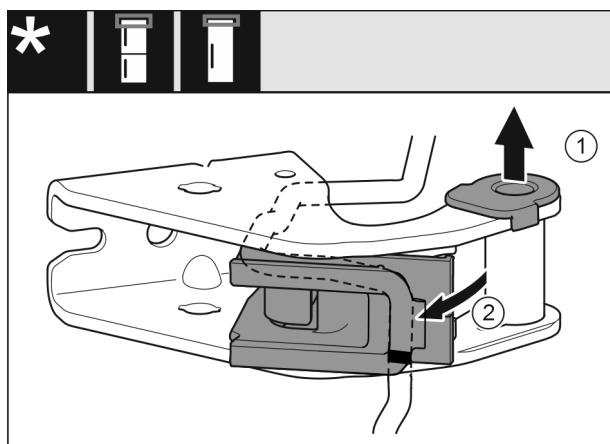

Fig. 26
- Опорную втулку вытяните из направляющей. Fig. 26 (1)
- Отведите держатель кабеля в сторону. Fig. 26 (2)